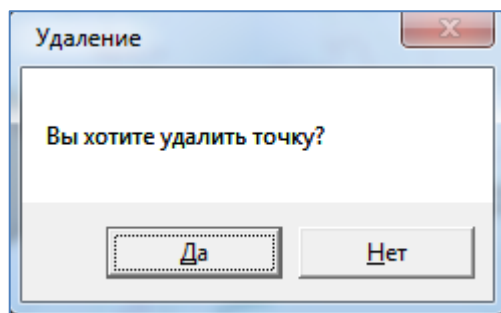

Рисунок 45 – Запрос ПОК на удаление выбранной точки
1.2.1 Вызвать пункт контекстного меню «Удалить». Программа предоставляет запрос на выполнение операции удаления выбранной точки (см. Рисунок 45).